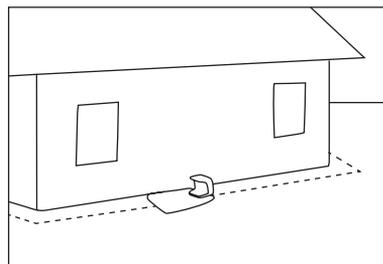

Figure 2
- Installation le long d'un mur (Figure 2).